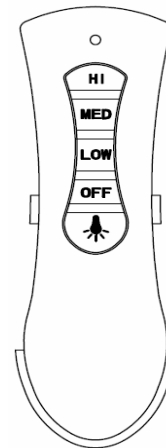

Fig. 14b
3. Introduzca el mando a distancia en el portamandos. (Fig. 14b).